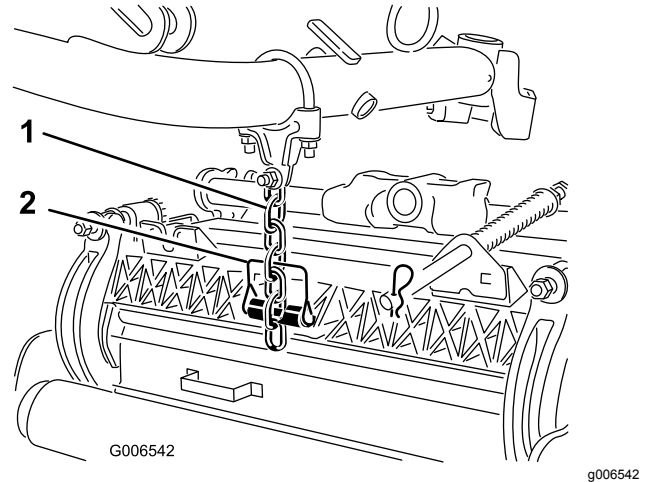

Bild 13
8. Befestigen Sie die Hubarmkette mit dem Einraststift an der Kettenhalterung der Schneideinheit (Bild 13).